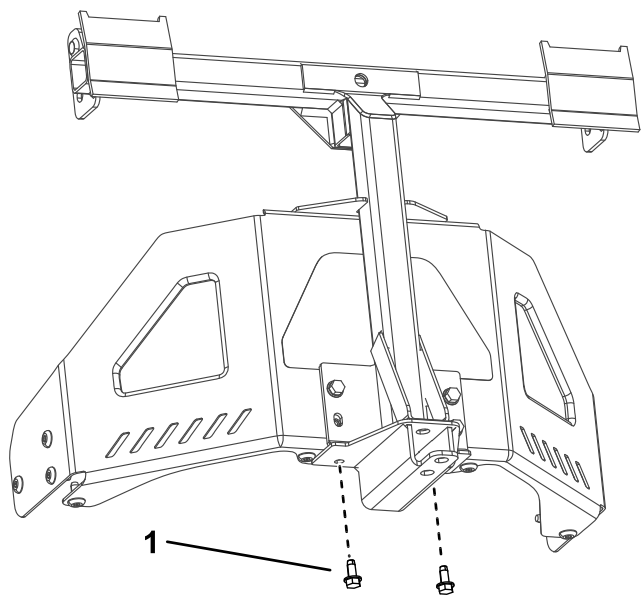

図 11
3. ピボットフレームを、機体フレームの底部に固定するタッピングねじ5/16 x 3/4"2本を使用して図 11のように取り付ける。